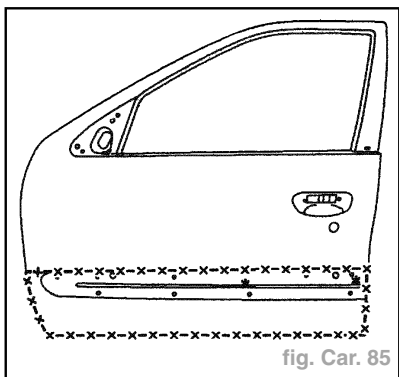

fig. Car. 85
- Dégraffer les points à l'aide d'une fraise de  $\varnothing = 8 \text{ mm}$  (fig. Car. 85).